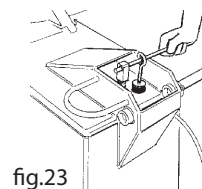
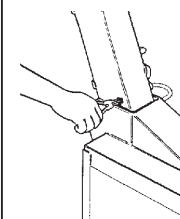

fig.23
fig.25
- Rimettere il perno infilando i fori dello stelo e del tirante (fig.23); rimettere il "seeger" (fig.25).
- Replace the pin threading the holes of the stem and support rod (fig.23). Replace the "seeger" (fig.25).
- Remplacer le pivot en enfilant les trous de la tige et du tirant (fig.23); remettre le "seeger" (fig.25).
- Den Zapfen durch Einführen in die Löcher des Schafts und der Zugstange wieder einsetzen (Abb. 23); den "Seeger" wieder einsetzen (Abb. 25).
- Vuelva a introducir el pasador en los agujeros de la varilla y del tirante (fig. 23) y meta nuevamente el "seeger" (fig. 25).